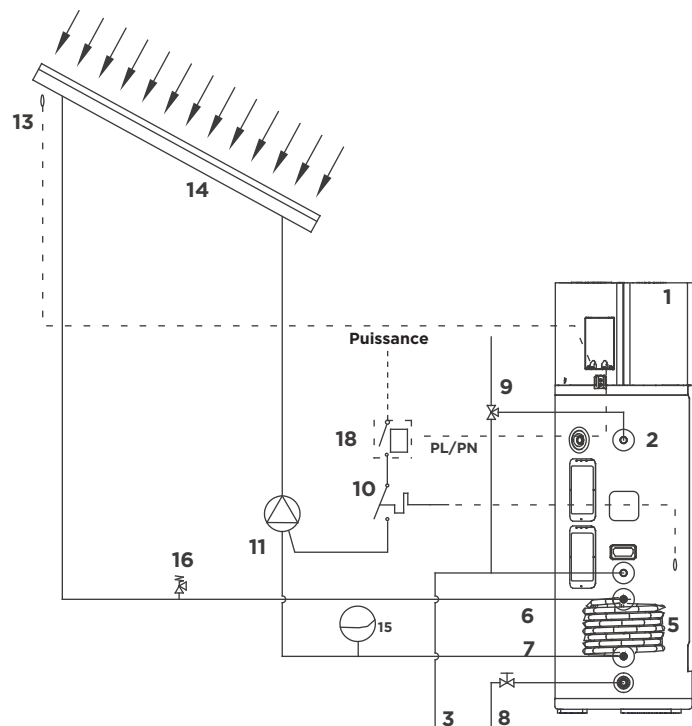

Fig 2-9 Raccordement hydraulique d'un système solaire thermique (sans régulateur électronique dédié)
2.3.1.2 S'il n'y a pas de régulateur dédié au système solaire, le régulateur de la pompe à chaleur peut être utilisé pour la régulation du système solaire (le schéma est illustré à la Figure 2-9). Il est nécessaire d'entrer en mode ingénierie et de régler le paramètre F32=3.